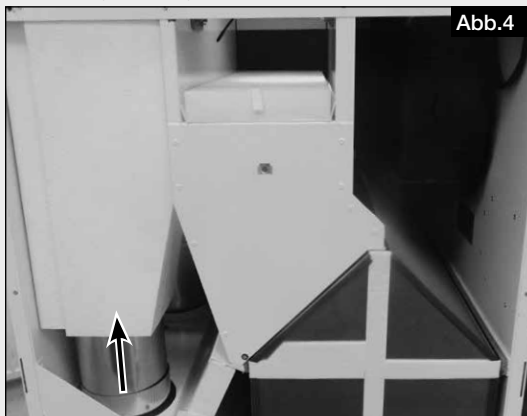

Abb. 4
1. Verbindungsrohr Richtung Geräteoberseite schieben (s. Abb. 4).